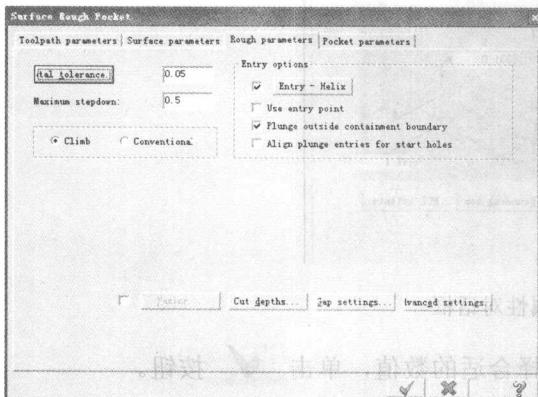

图 1-9 曲面粗加工参数
⑤ 单击曲面挖槽刀路中 **Rough parameters** 对话框，粗加工参数设置如图 1-9 所示。Z 方向每次最大下刀步距 0.5mm。